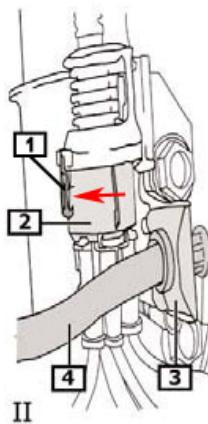

Fig. 3:
- **Fig. 3** Fahrzeuge mit Bremsbelagverschleißanzeige: Steckverbindung (2) trennen:
- **Fig. 3** Vehicle with brake lining wear indicator: Disconnect plug (2):
- **Fig. 3** Véhicules avec affichage de l'usure des plaquettes de frein : débrancher le connecteur (2):
- **Fig. 3** Vehículos con indicación de desgaste del forro del freno: retirar el conector (2):